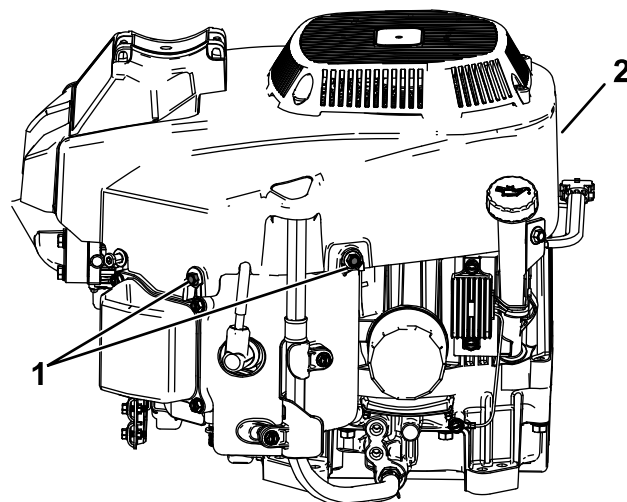

Figura 53
4. Slăbiți uruburile și scoateți carcasa ventilatorului (Figura 53).